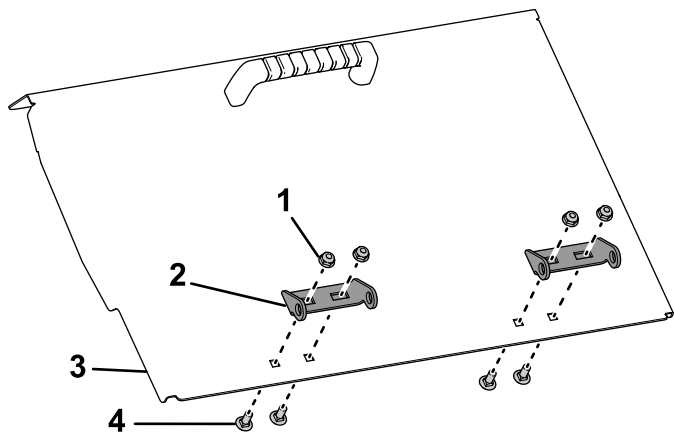

Рисунок 7
6. Установите не затягивая петлю на дверцу бункера с помощью входящих в комплект каретных болтов ( $\frac{1}{4} \times \frac{5}{8}$  дюйма) и контргайк (Рисунок 7). Выровняйте петлю на дверце с петлей на машине после чего затяните крепежные детали.